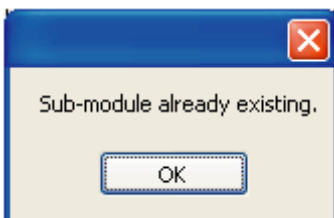
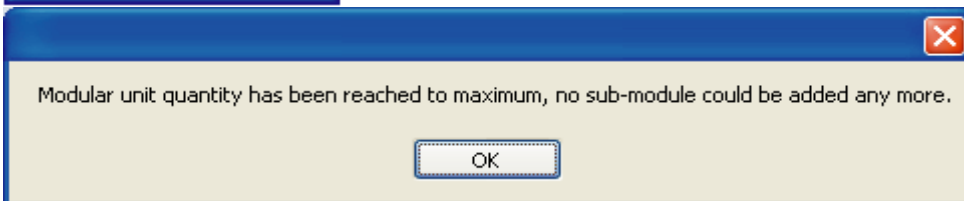

Рис. 4-26
Рис. 4-27
a. Добавьте submodule в список: выберите существующий адрес проводного пульта управления в поле “KJR Address” («Адрес KJR»), выберите настроенную модульную группу из списка подключенных модулей в поле “Module name” («Имя модуля»), выберите адрес submodule в списке “Sub-module address” («Адрес submodule») и нажмите на кнопку “Add” («Добавить»). Submodule не будет добавлен без настройки адреса. Если submodule уже добавлен в список, на экране откроется окно с предупреждением о невозможности настройки submodule, так как он уже добавлен (см. Рис. 4-26). Если количество submodule, подключенных к проводному пульта управления, превышает максимально допустимое число, на экране открывается окно, как показано на Рис. 4-27.